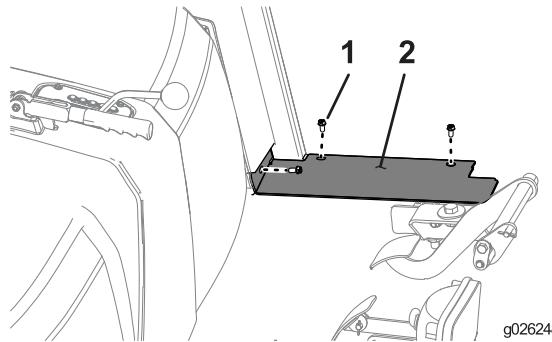

Bild 45
1. Befestigen Sie die Bodenplatten mit drei Schrauben (1/4") an jeder Seite der Maschine, wie in Bild 45 abgebildet.